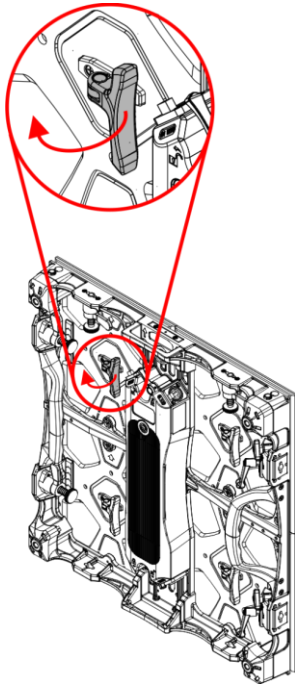

Fig. 63
- 01) Gire la **manivela de servicio (15)** en sentido horario como se indica en la Fig. 63.